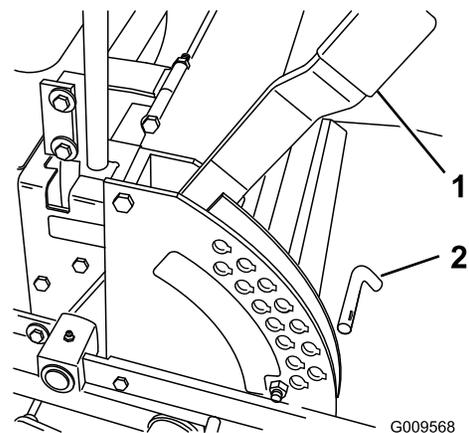

Figura 28
- Eleve a alavanca da altura de corte para a posição de TRANSPORTE (também a posição da altura de corte de 127 mm) (Figura 28).
- Para ajustar, remova o pino do suporte da altura de corte (**Figura 28**).
- Selecione um orifício, no suporte da altura de corte, que corresponda à altura de corte desejada e insira o pino (**Figura 28**).